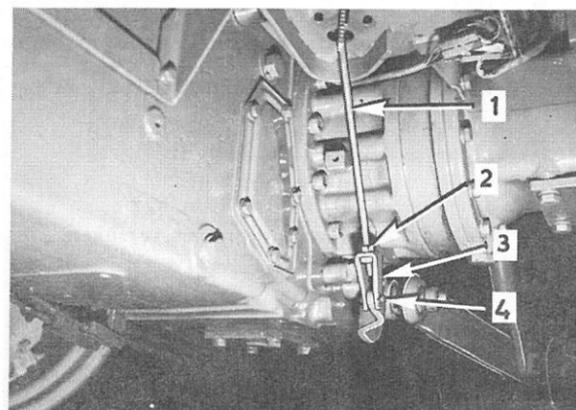

Fig. 85
- Desserrez le contre écrou (2) Fig. 85.
- Retirez l'axe (4).
- Vissez la chape (3) sur la tringle (1) jusqu'à ce que le réglage correct soit obtenu.
- Remettez l'axe (4) et serrez le contre-écrou (2).